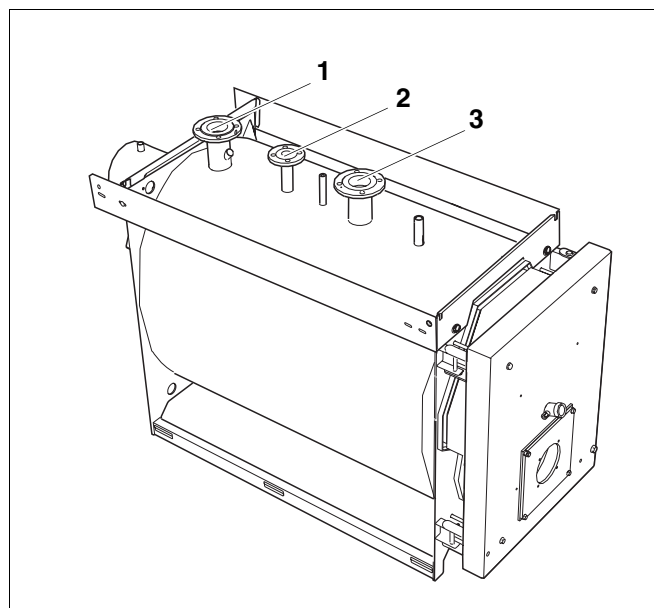

Рис. 17 Отопительный котел Logano S635
- Подсоединить обратную линию системы отопления к месту ее подключения на отопительном котле (рис. 17, поз. 3).